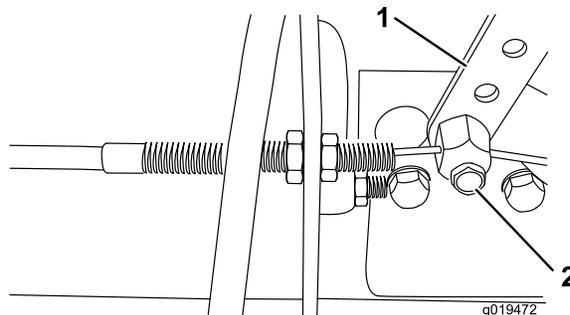

Figure 56
- Desserrez la fixation du câble d'accélérateur sur le bras du levier de la pompe d'injection (Figure 56).